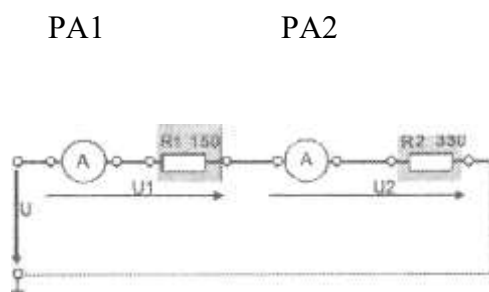

Рис. 1.
- 1.Собрать схему согласно рис. 1.